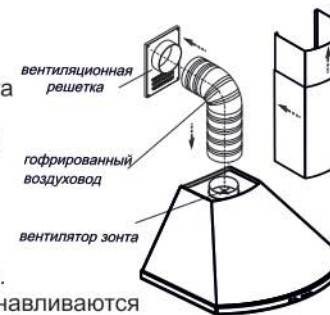

РИС. 7
6.4 Установите фальштрубы (рис.7, 8). Выдвиньте верхнюю фальштрубу, оденьте ее на кронштейн (рис. 9) и закрепите винтами самонарезающими.
6.3 В зависимости от режима эксплуатации зонта соедините вентилятор с вентиляционной решеткой полужестким гофрированным воздуховодом (рис. 7) или установите на вентилятор угольные фильтры (рис. 8).